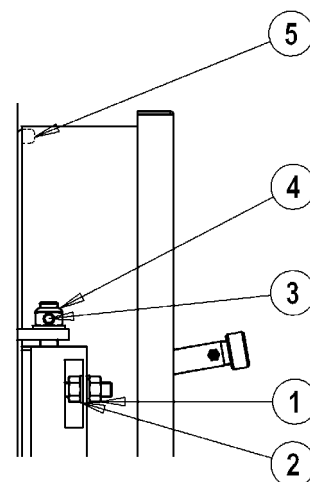

fig. 9
5.6.1 Pour les modèles PREXTherm RSW 92N+600N (Fig. 9)